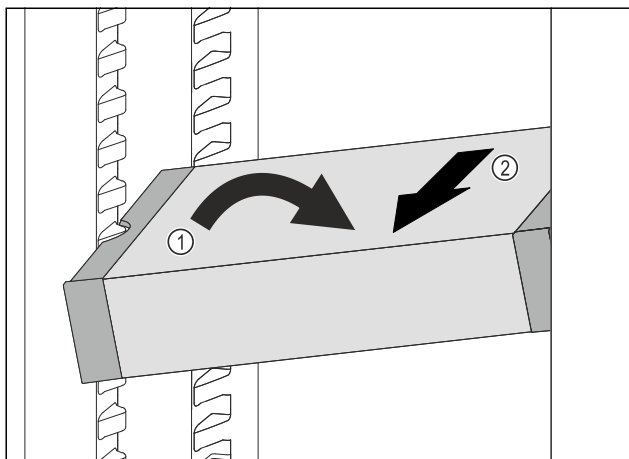

Fig. 64
- ▶ Plasser VarioSafe skrått i kjøleskapet. Fig. 64 (1)
- ▶ Ta ut VarioSafe ved å trekke den forover. Fig. 64 (2)